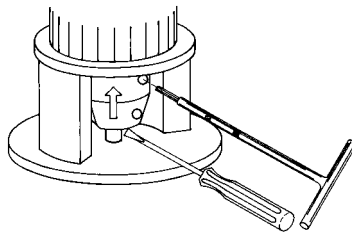

Рис. 16 Затягивание винтов
6. Парно (с одной и той же стороны) затягивают винты, как показано на рис. 16, с величиной крутящего момента, указанной в таблице ниже.